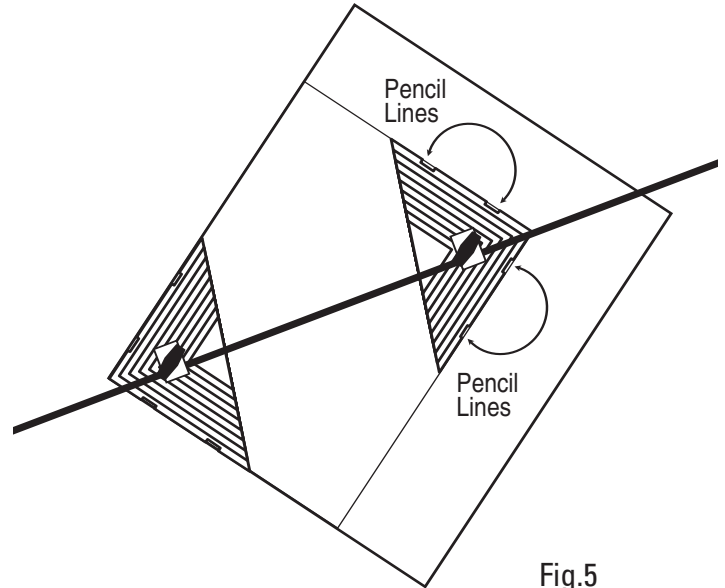

Fig.5
**Étape 3** – Retirez l’outil de dimensionnement du cadre et assurez-vous que la position de chaque triangle n’a pas changée. Placez le guide-bordure Fit-N-Frame au dos du passe-partout en alignant le triangle A sur l’angle inférieur gauche du passe-partout. (Fig. 5)
**Étape 4** – Tracez ensuite une ligne à l’intérieur des deux petits renforcements du triangle B. Ces lignes constituent les dimensions extérieures du passe-partout. (Fig. 5)
**Schritt 3** - Nehmen Sie das Messwerkzeug vom Rahmen und achten Sie dabei darauf, dass die Dreiecke nicht verrutschen. Legen Sie den Fit-N-Frame Border Guide auf die Rückseite des Passepartoutkartons, indem Sie Dreieck A auf die untere linke Ecke des Kartons auflegen. (Abb. 5)
**Schritt 4** - Ziehen Sie jetzt eine Linie in den beiden flachen Aussparungen von Dreieck B. Diese Linien sind die Außenkante des Passepartouts. (Abb. 5)
**Procedura 3** - rimuovere l’attrezzo per dimensionare dalla cornice controllando che la posizione dei due triangoli non cambi. Posizionare la guida per bordi Fit-N-Frame sul retro del cartoncino allineando il triangolo A con l’angolo inferiore sinistro del cartoncino (Fig. 5).
**Procedura 4** - tracciare una riga all’interno dei due incavi del triangolo B. Queste righe indicano le dimensioni esterne del cartoncino (Fig. 5).
**Paso 3:** retire la herramienta de medición del marco asegurándose de que la posición de cada triángulo no cambie. Coloque la Guía de bordes para montaje en bastidor en la parte posterior del panel al alinear el Triángulo A con la esquina inferior izquierda del panel. (Fig. 5)
**Paso 4:** luego dibuje una línea dentro de las dos ranuras del Triángulo B. Estas líneas están fuera de las dimensiones del panel. (Fig. 5)